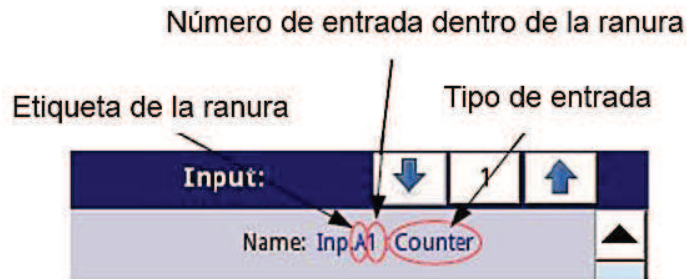

Fig. 7.81. Descripción del parámetro **Nombre** en el menú **entradas integradas**
Un parámetro común para todas las **entradas integradas** es **Nombre**: cada entrada tiene su propio nombre exclusivo y no se puede cambiar. Para obtener una descripción de este parámetro, consulte la **Fig. 7.81**
- **Nombre**: cada entrada integrada ya tiene un nombre dado por el dispositivo y el usuario no puede cambiarlo, para la descripción del parámetro Nombre, ver **Fig. 7.81**,
- **Nombre**: cada entrada integrada ya tiene un nombre dado por el dispositivo y el usuario no puede cambiarlo, para la descripción del parámetro **Nombre**, ver **Fig. 7.81**.
- **Nombre**: cada entrada integrada ya tiene un nombre dado por el dispositivo y el usuario no puede cambiarlo, para la descripción del parámetro **Nombre**, ver **Fig. 7.81**,
- **Nombre:** cada entrada integrada ya tiene un nombre dado por el dispositivo y el usuario no puede cambiarlo, para la descripción del parámetro **Nombre**, ver **Fig. 7.81**,